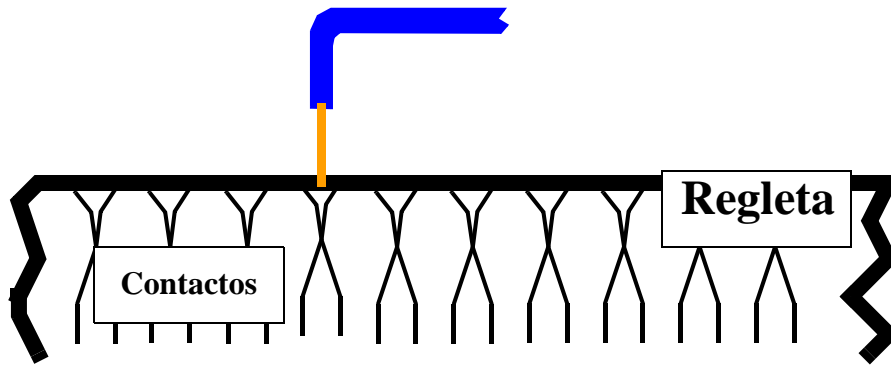

Figura 26: Forma de hacer el contacto entre cable y regleta
- c) Conecte en primer lugar los *pin*es correspondientes a las líneas de alimentación (+5 V) y tierra (GND). Para ello, use cables y procure doblarlos como se muestra en la Figura 26: que entren verticalmente en los agujeros de la regleta.